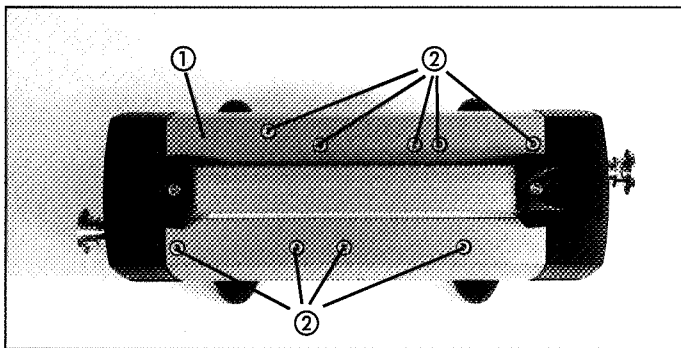

Abb. 6: Service-Stufe 1: vor Demontage
- ▶ Die Positionsnummern innerhalb der folgenden Arbeitsanweisungen beziehen sich auf die Abbildung 6 bis 9.
- ① Die 9 Befestigungsschrauben ② lösen und die Kopfabdeckung ① vom Pumpengehäuse ③ abnehmen (siehe Abb. 6).